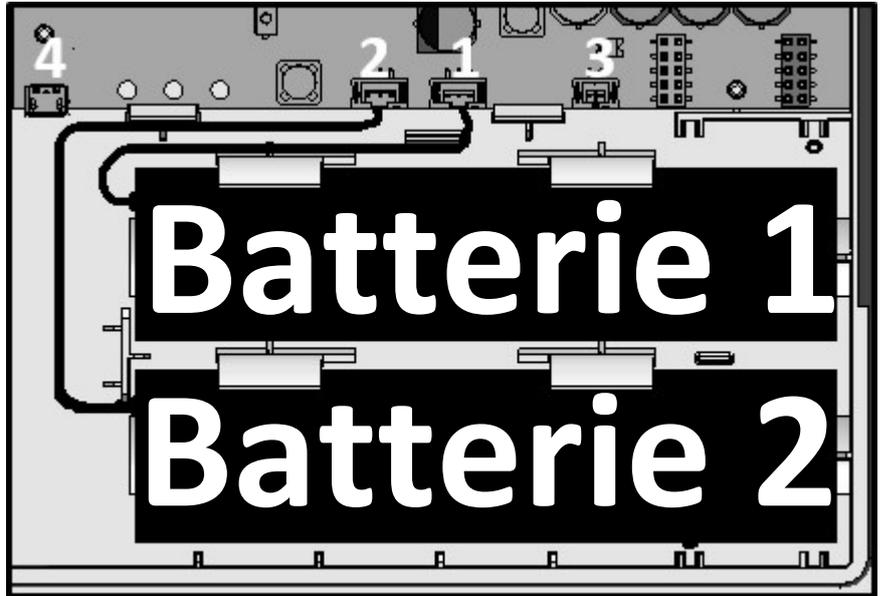

Abb. 1 Gateway Innenansicht (Ausschnitt)
- Stecker der Batterie(n) in die entsprechende Buchse drücken (siehe Abb. 1). Die grüne Status-LED blinkt jetzt im 30-Sekunden-Takt.